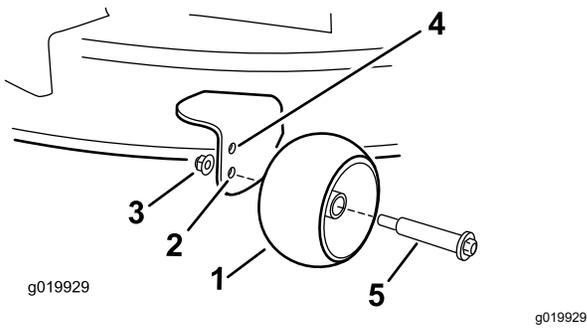

図 24
- 上の穴刈高が 63 mm 以下の場合に使用 図 24。
- 下の穴刈高が 76 mm 以上の場合に使用 図 24。